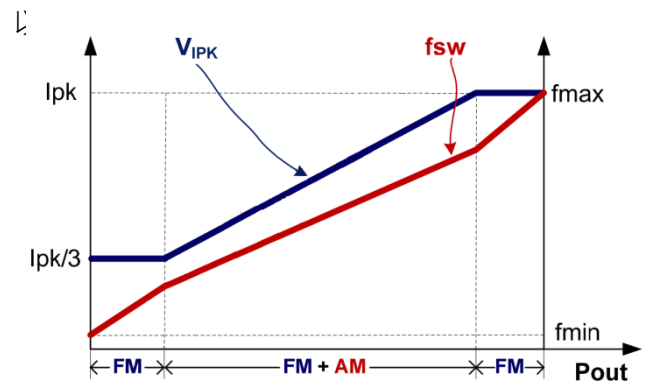

图 1
为满足系统平均效率和空载待机方面的严格要求，HM3139 采用了调幅控制 (AM) 和调频控制 (FM) 相结合的工作模式，如图 1 所示。